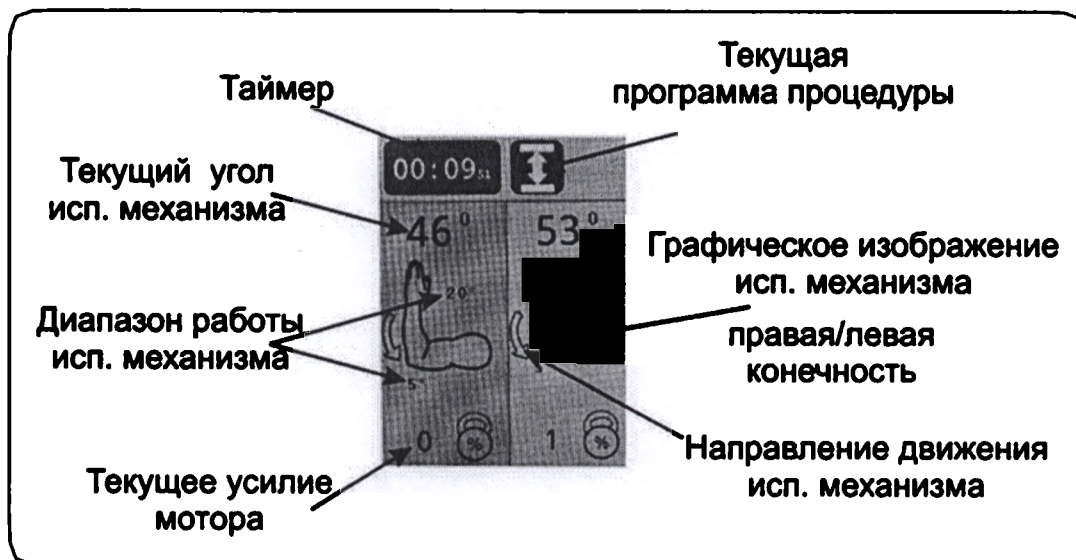

Рисунок 7.3 – Дисплей режима выполнения процедуры
7.1 Дисплей режима выполнения процедуры (см. рис. 7.3).
- В зоне А: заданный пользователем диапазон работы, текущее положение (угол) в градусах (аналогично рис. 7.3) для механизма А, а также меню его установок.
- В зоне В: заданный пользователем диапазон работы, правая (левая) конечность, текущее положение (угол) в градусах (аналогично рис. 7.3) для мотора В, а также меню его установок.
Запуск процедуры осуществляется кнопкой . Запуск возможен только когда отображается основной экран, при этом дисплей переходит в режим выполнения процедуры (см. рис. 7.3).
Переключение нагрузки (схема блокировки) Мотор автоматически переключается на противоположное движение, когда сопротивление пациента (нагрузка) превышает заданное значение. Настраивается от 1% до 99% с шагом 1%. В случае, если после изменения направления движения нагрузка вновь превышает установленное пороговое значение достаточно длительное время, то система управления фиксирует состояние перегрузки моторедуктора и выдаёт сообщение об ошибке с соответствующим кодом. При установке значения, превышающего 99%, появляется значок , означающий отключение функции. При этом на дисплее в режиме выполнения процедуры (см. рис. 7.3) отображается текущее значение нагрузки рядом с иконкой , функция переключения нагрузки не работает, мотор развивает максимальное усилие. ⚠ ВНИМАНИЕ! Значение уровня блокировки для пользователей с разной массой отличается. Для каждого пользователя установка подбирается индивидуально. ⚠ ВНИМАНИЕ! Переключение нагрузки (схема блокировки) является функцией безопасности, для защиты пациента в случае возникновения спазмов, судорог, блокады суставов и других аналогичных ситуаций. Производитель не несет ответственности за неправильное использование данной функции.